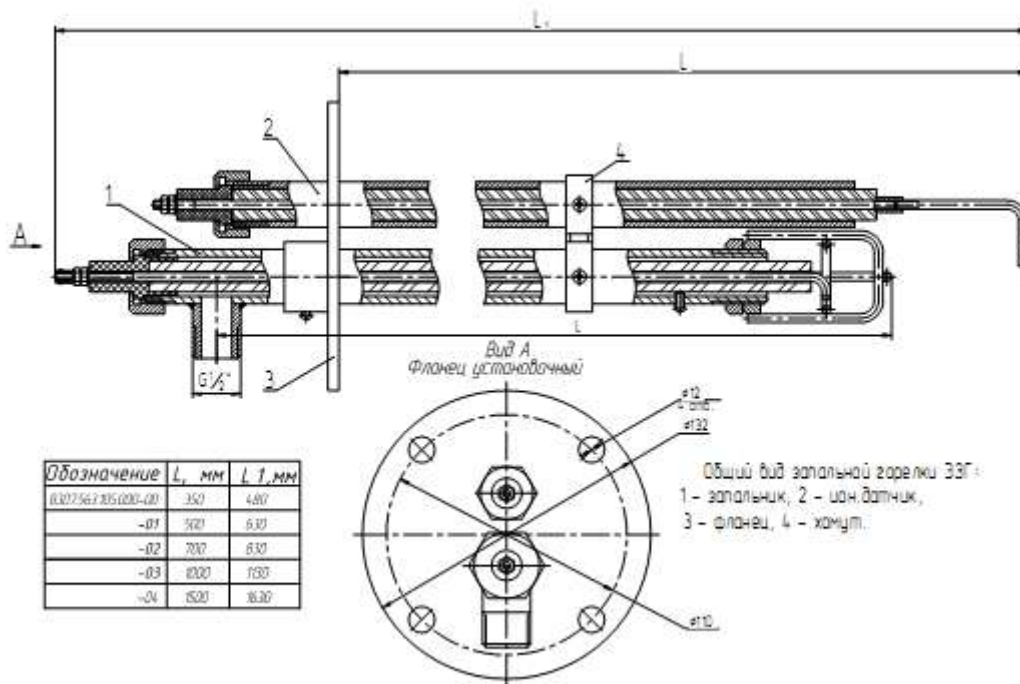

Рис.1. Общий вид запальной горелки ЭЗГ.
1.4.1. Общий вид стандартной запальной горелки ЭЗГ показан на рис.1. Габаритные чертежи ЭЗГ и модификаций ЭЗГ-МК, ЭЗГ-МКС и ЭЗГ-МКСТ приведены в Приложениях 3, 4, 5, 6, 7.